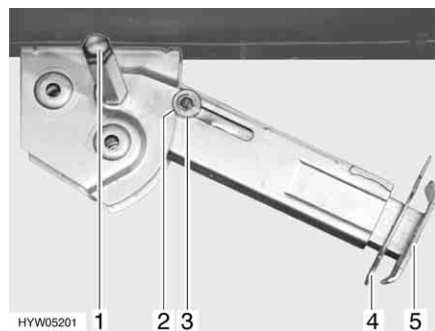

Fig. 21 Piedino di stazionamento
- Inserire la chiave a tubo nell'esagonale (Fig. 21,1) e ruotare fino a quando il piedino di stazionamento non si trova in posizione verticale verso il basso.
- Estrarre la copiglia (Fig. 21,4) dal prolungamento dell'estremità del piedino (Fig. 21,5).
- Inserire la chiave a tubo nell'esagonale (Fig. 21,1) e ruotare fino a quando il piedino di stazionamento non si stacca dal terreno.
- Spingere completamente all'interno il prolungamento dell'estremità del piedino (Fig. 21,5) e inserire la copiglia (Fig. 21,4) nel foro apposito.
- Ruotare la chiave a tubo nell'esagonale (Fig. 21,1), fino a quando il piedino di stazionamento non è sollevato verso l'alto e la guida (Fig. 21,3) è rientrata totalmente nell'intaglio (Fig. 21,2).